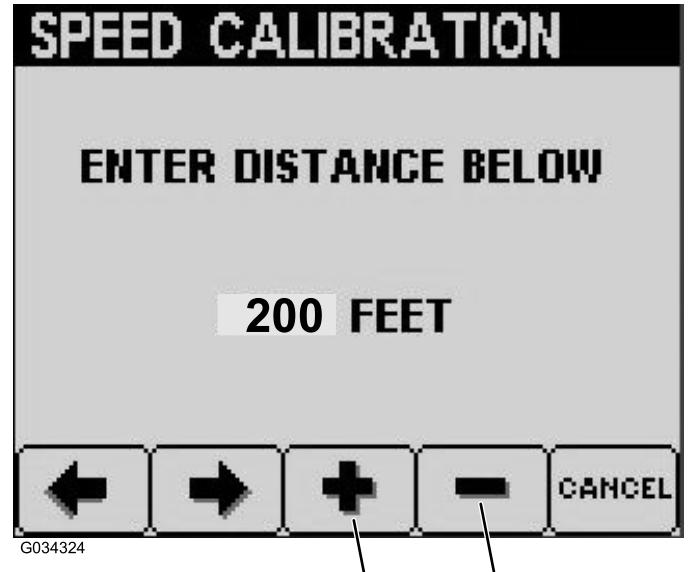

Figure 22
7. Appuyez sur le bouton 3 pour augmenter la distance souhaitée ou sur le bouton 4 pour la réduire (Figure 22).